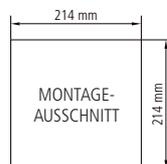

FIG.4a
- Ein Loch mit den beschriebenen Maßen in die Tafel fertigen (Abb.4a oder Abb.4b).